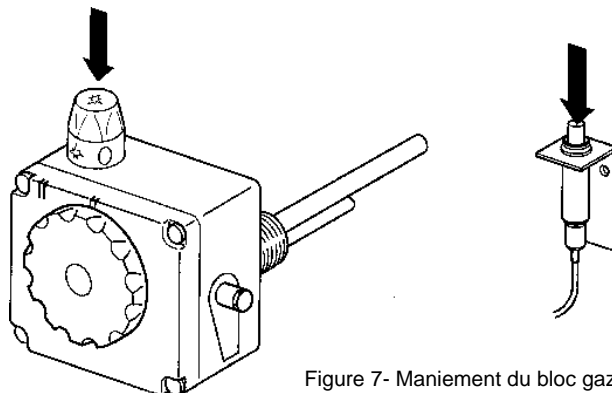

Figure 7- Maniement du bloc gaz
4. Tenez le bouton de commande enfoncé pendant que vous enfoncez plusieurs fois l'allumeur piézométrique jusqu'à ce que la veilleuse s'allume (cf. figure 7).